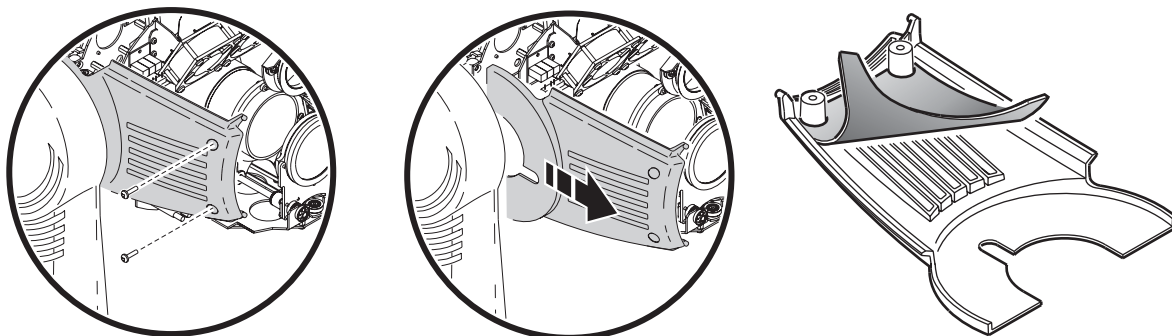

Figura 18: Sustitución del filtro de aire
6. De cada uno de los lados de la cabeza, extraer los dos tornillos que fijan las cubiertas. Deslizar hacia adelante las cubiertas hasta extraerlas. Limpiar los filtros de aire o sustituirlos. Si están saturados de líquido de humo, etc.. limpiarlos con agua jabonosa y dejarlos secar. Recolocar los filtros en cada uno de los laterales e instalarlos de nuevo. Ver Figura 18.